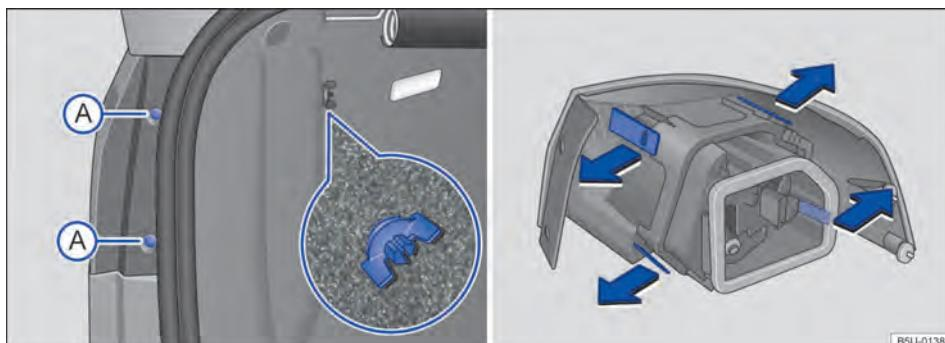

Fig. 113 Na carroceria: remover a lanterna traseira e suporte das lâmpadas.
3. Remover os parafusos de fixação → Fig. 113 ①.
Soltar o parafuso borboleta → Fig. 113 (lupa) e retirá-lo, segurando, ao mesmo tempo a lanterna traseira.
8. pressionar cada lingueta de travamento no sentido das setas → Fig. 113.